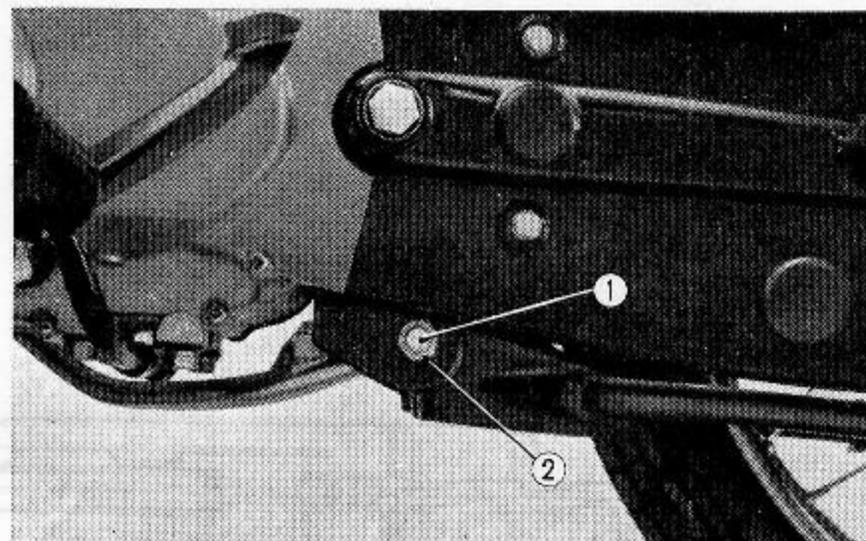

Abb. 4.48 Kippständerachsbolzen
① Kippständerachsbolzen
② Bremshebel
- (5) Der Kippständer kann durch Entfernen des Achsbolzens abgebaut werden. (Abb. 4.48)